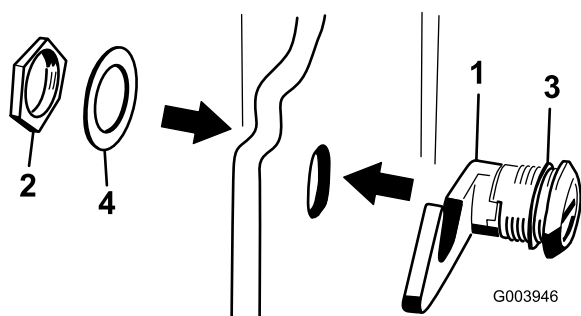

Рисунок 19
- Отверните гайку с узла защелки капота (Рисунок 19).